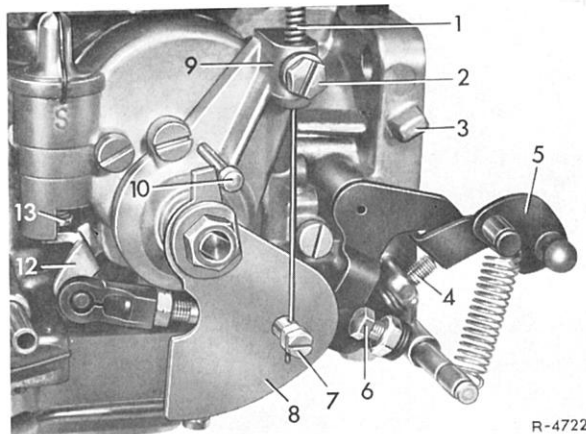

Bild 07-3/9
2 Starterscheibe (8) bis zum Anschlag (10) drücken. Starterzug so weit hineinschieben, bis zwischen Starterzugknopf und Armaturen Brett ca. 1 mm Abstand ist. Den Starterzug an der Starterscheibe (8) festklemmen (Bild 07-3/9).